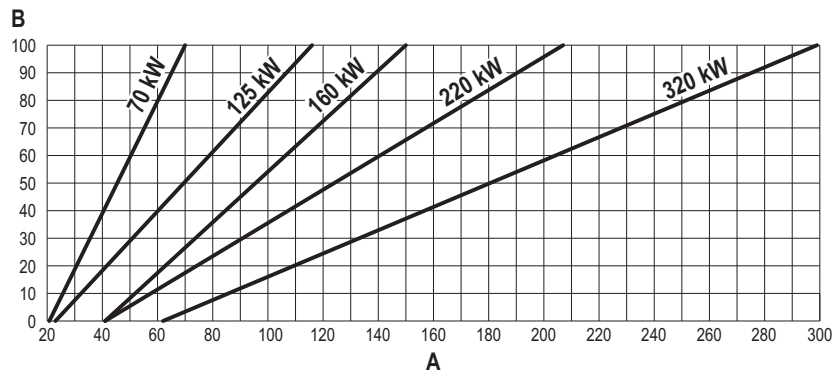

рис. 65
- Используйте **контекстные клавиши 1 и 2** для увеличения или уменьшения теплопроизводительности (минимальная = 00, максимальная = 100). См. диаграмму “Регулировка теплопроизводительности” (рис. 65).